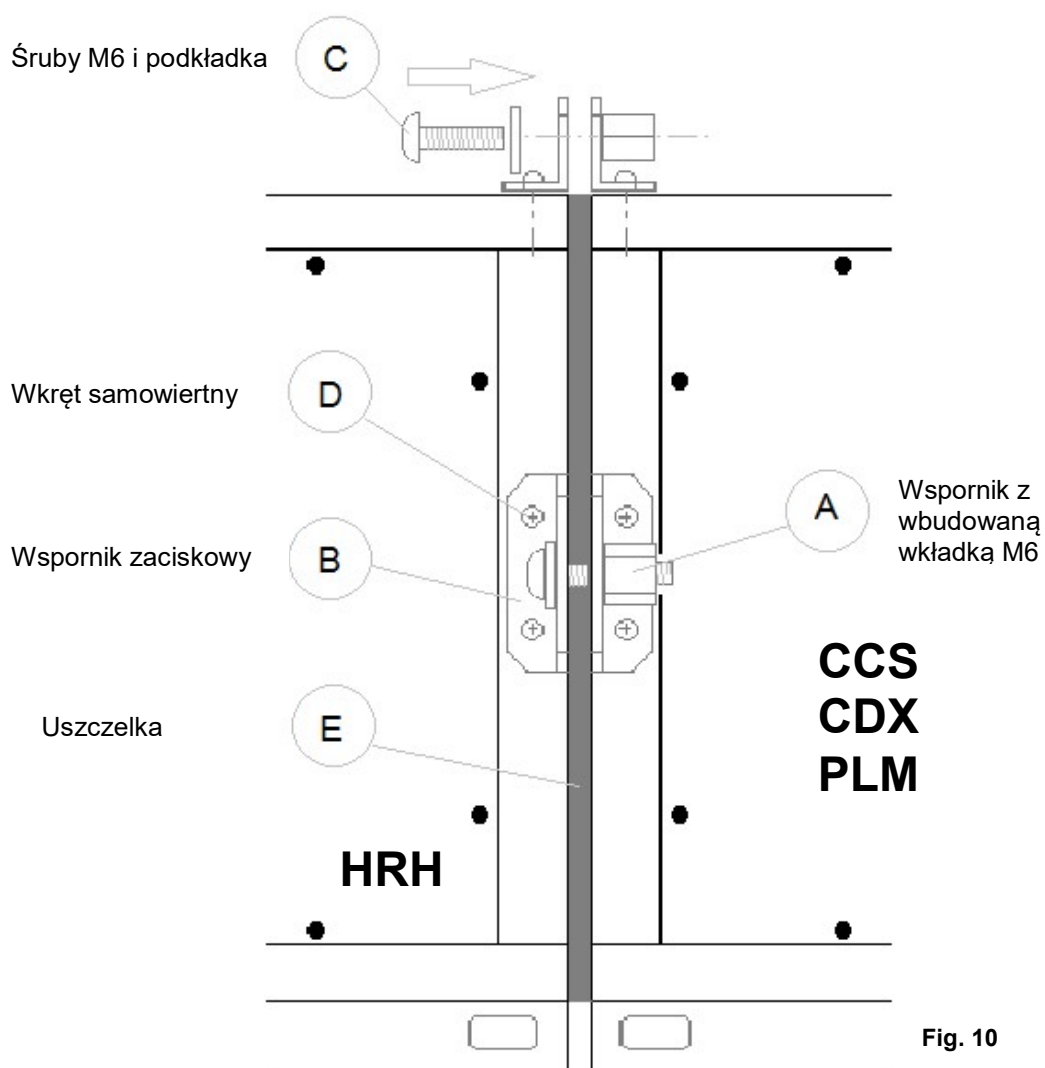

Fig. 10
- Sekcje są już wyposażone w mocowania typu L z wbudowaną wkładką M6; które należy połączyć z obejmą w symetrycznych pozycjach, przy użyciu zestawu wkrętów samowiernych (**fig. 10**). Te czynności muszą zostać przeprowadzone p przed zainstalowaniem urządzenia.
- Na wstępie należy użyć uszczelki (dostarczonej oddzielnie) od strony zewnętrznej sekcji w celu połączenia z urządzeniem podstawowym (**fig. 10**)